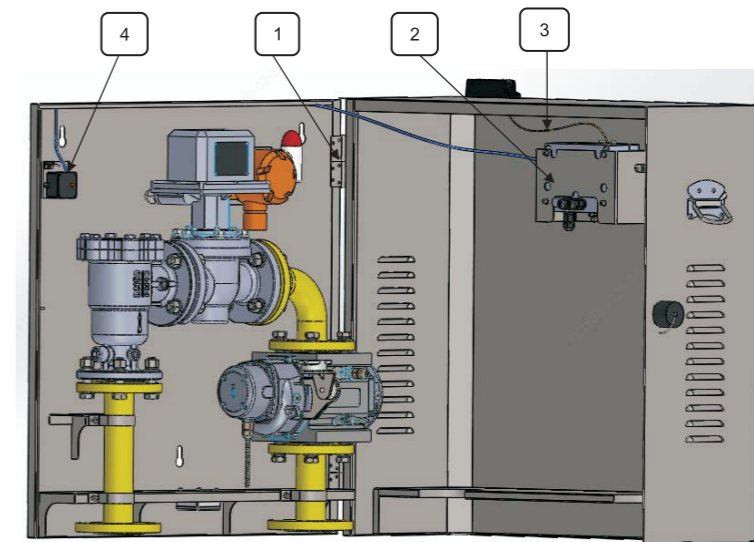

图7 安装组合门示意图
- b) 如图7标识1所示安装组合门：将组合门从上往下将合页扣紧；
- c) 如图7标识2所示安装体积修正仪：将体积修正仪从固定架拆下（拧下螺钉），再将体积修正仪固定在观察框后面的固定架上，四颗螺钉拧紧；
- d) 如图7标识3所示连接GPRS信号线：将GPRS信号线接头插上（注意扣紧）；
- e) 如图7标识4所示连接开关报警信号线：将开关报警盖拧开，将开关报警信号线接头插上，从新将开关报警盖拧上。